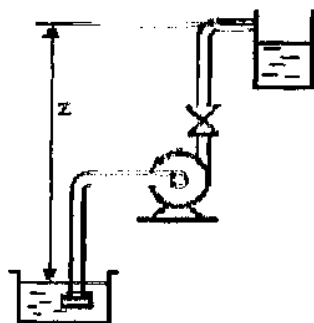

Рис. 2.3
Задача 2.3. Насосна установка (рис. 2.3) включає в себе насос і трубопровід діаметром d довжиною l . Вода подається на висоту z .
2. За даними табл. 2.2 на міліметровому папері побудувати характеристики насоса $H-Q$; $\eta-Q$. У такому самому масштабі на рис.2.3 побудувати характеристику трубопроводу $H-Q$.